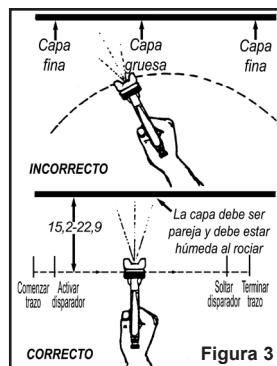
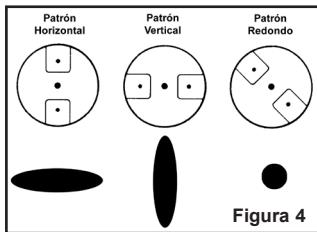

Figura 3
Figura 4
1. Comience a rociar. Coloque la pistola a 15-23 cm de la superficie de trabajo y, mientras mueve la pistola de lado a lado, presione el disparador para comenzar a aplicar el material. Para evitar marcas de gotas o chorreaduras, la pistola debe estar siempre en movimiento; antes, durante y después de presionar el disparador (ver Figura 3). Al pintar de izquierda a derecha, siga el patrón vertical y al pintar de arriba hacia abajo, siga el patrón horizontal (ver Figura 4). Practique con un retazo o un cartón hasta que los resultados de la capa de prueba sean
- c. Forma del patrón de rociado (ver Figura 4): afloje el aro de seguridad y gire la válvula de aire para obtener el patrón de rociado deseado. Apriete con la mano el aro de seguridad después del ajuste.